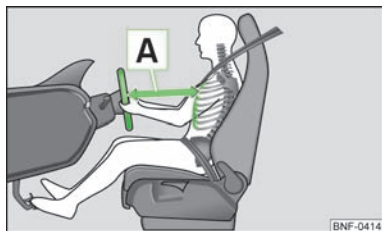

Fig. 76
- Ajustez le volant de façon à ce que la distance entre le volant et le buste soit de 25 cm au moins » fig. 76 [A].